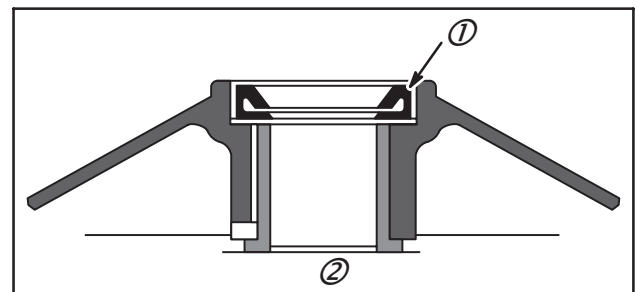

Fig. 43
Installer le joint avec la lèvre d'étanchéité (1) vers le côté moteur du flasque (2) jusqu'à ce que la cage en acier soit à ras de la face du flasque, Fig. 43.